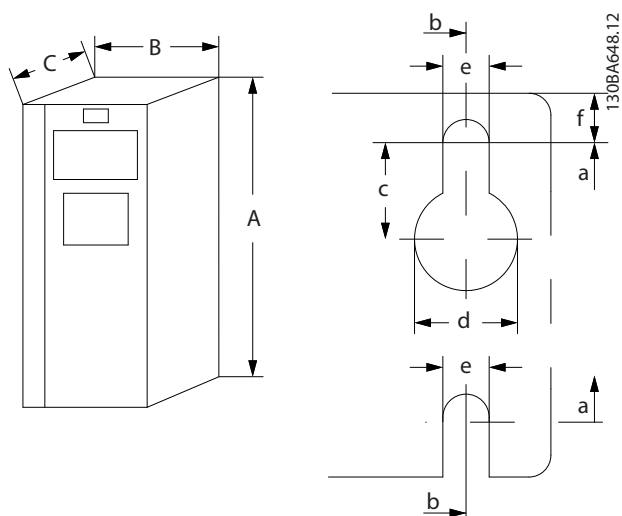
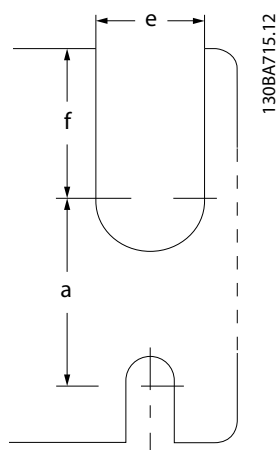

Рисунок 8.2 Верхнее и нижнее монтажные отверстия (см. глава 8.9 Номинальная мощность, масса и размеры)
Рисунок 8.3 Верхнее и нижнее монтажные отверстия (B4, C3 и C4)
1) Верхнее и нижнее монтажные отверстия показаны на Рисунок 8.2 и Рисунок 8.3 .